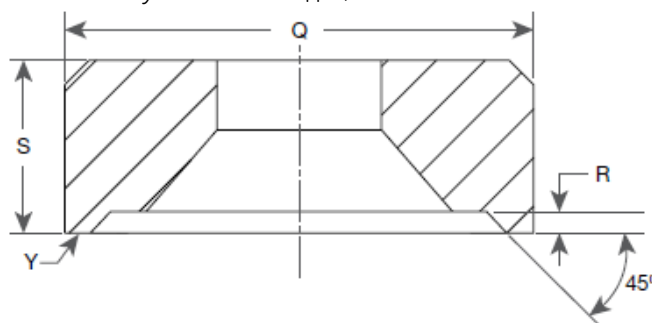

Рис.12: Диск (с уплотнением в затворе «металл-металл» и с мягким уплотнением
1. Если седло диска не может быть восстановлено притиркой, его можно обработать на станке, как показано на Рис.12, используя размеры, указанные в таблице 7.
Если дефект не большой, то фиксатор уплотнительного кольца можно притереть или обработать на станке. Фиксатор уплотнительного кольца следует заменить, если имеются более серьезные повреждения или превышен размер "S" (минимальный) (Рис.12 и таблица 7).
Рис.12а: Диск (с уплотнением в затворе «металл-металл») (исполнение 1)
Рис.12с: Фиксатор уплотнительного кольца (с мягким уплотнением седла) 19096-19126
\* Эти клапаны имеют угол 15°, как показано на Рис.12 (исполнение 2).
1. Посадочная поверхность "Y" (Рис.12) повреждена и не может быть восстановлена ни притиркой, ни станочной обработкой.
а. Размер "R" меньше минимального допустимого, а размер "S" не может быть выдержан (Рис.12 и таблица 7).